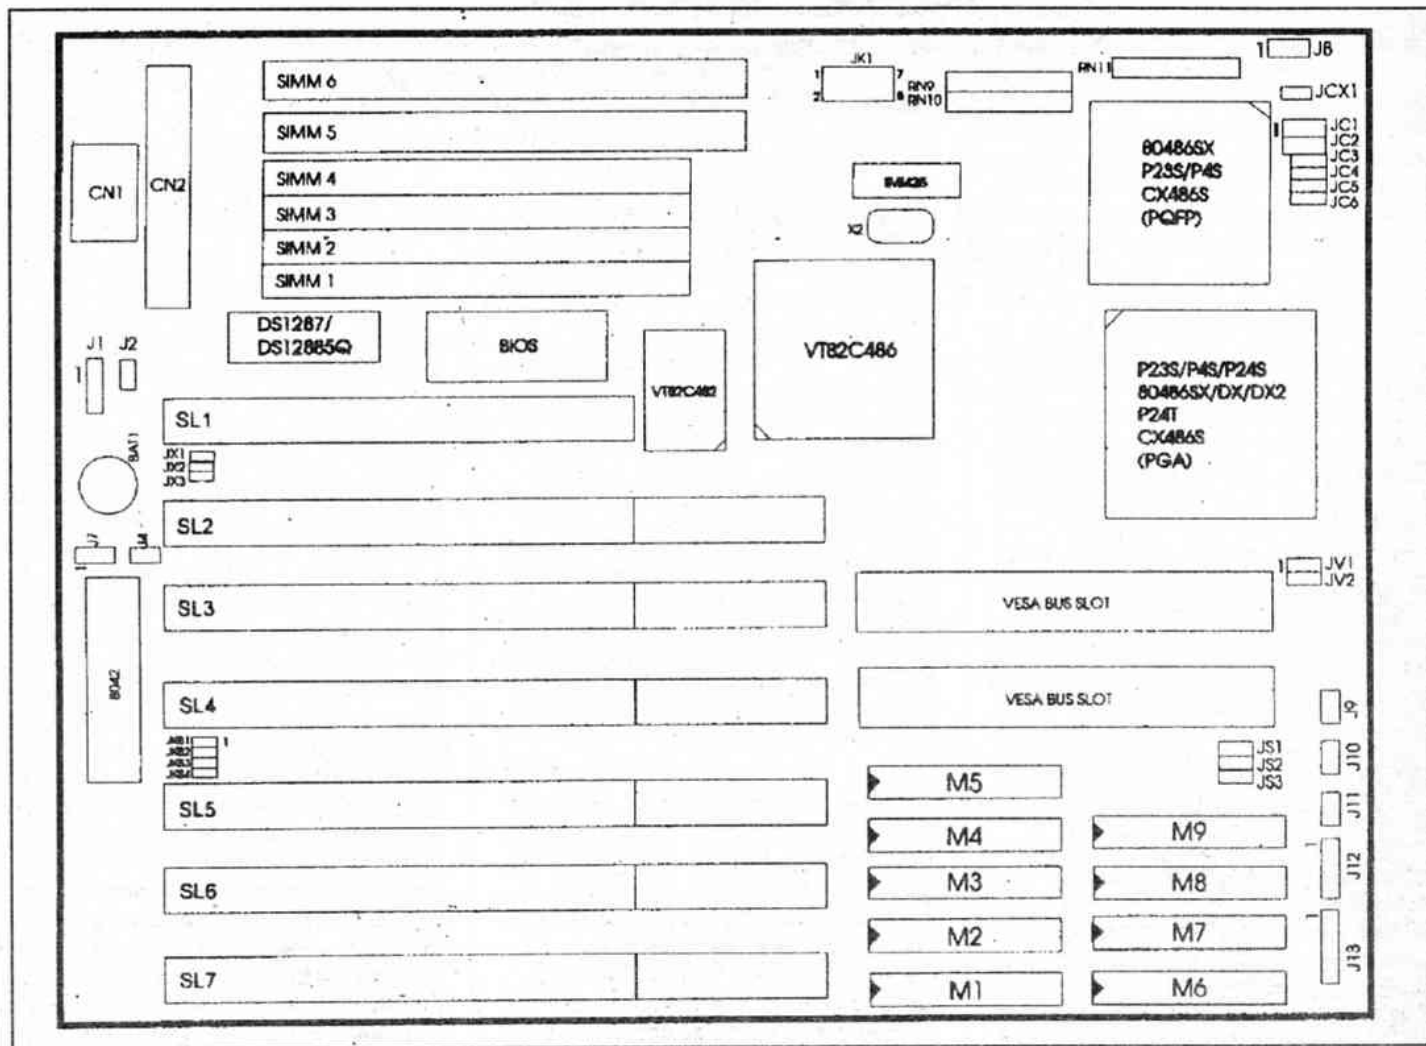

Fig. 1 - Diagrama básico de uma placa mãe para upgrade, conforme descrito no texto.
- talvez nem isso...), deve optar por uma placa mãe com as seguintes características *mínimas* (ver FIG. 1):